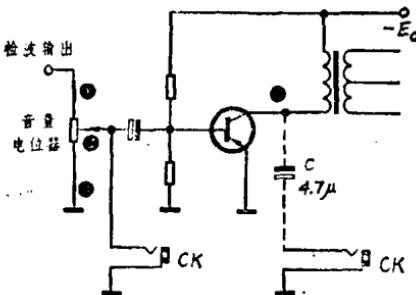

图 1-2 从收音机取得高质信号的方法
如果我们已经有了现成的超外差式收音机，就可以用它来做调谐器，这只需在收音机上加装一个信号插口就行。收音输出信号可取自收音机音量电位器，见图1-2。当从①、③端取信号时，信号大小不受收音机音量电位器控制；而从②、③端取信号的话，收音机音量电位器便兼起调节扩音机输入信号强弱的作用。若希望输出信号大一些，也可经过一级低频放大后再输出，如图1-2的④端，虚线所示。图中的CK是输出插口，C是隔直流电容。如果直接从收音机扬声器两端或耳机插口取出信号，虽然有较强的输出，但失真较大，除了配合简单的功率接续器外，一般不宜从那里取用信号。另外，由于普及型半导体收音机的收音通道频带较窄，输出的音频信号将缺少较高和较低的频率成分，如果用它来做信号源，就应设法加宽它的通频带。廉价的直接放大式（再生式）收音机，因通频带更窄，音质不好，不宜配扩音机使用。对音响爱好者来说，如果当地有超短波调频广播的话，使用一个能接收FM波段的收音调谐器是值得的。